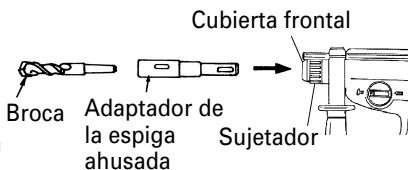
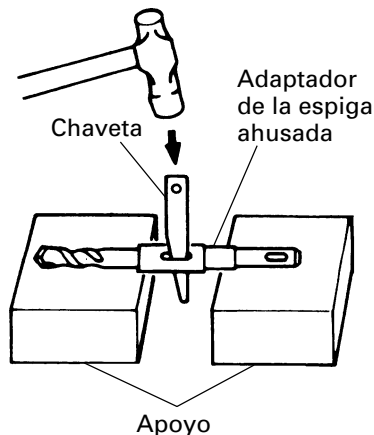

Fig. 17
Fig. 18
- (1) Montar el adaptador de la espiga ahusada en el martillo giratorio (Fig. 17).
- (2) Montar la broca (espiga ahusada) en el adaptador de la espiga ahusada (Fig. 17)
- (3) Poner el interruptor en la posición de encendido (ON), y taladrar un agujero de la profundidad especificada.
- (4) Para quitar la broca (espiga ahusada), insertar la chaveta en la ranura del adaptador de la espiga ahusada y golpear la cabeza de la chaveta con un martillo. Usar apoyos como se muestra en la Fig. 18.